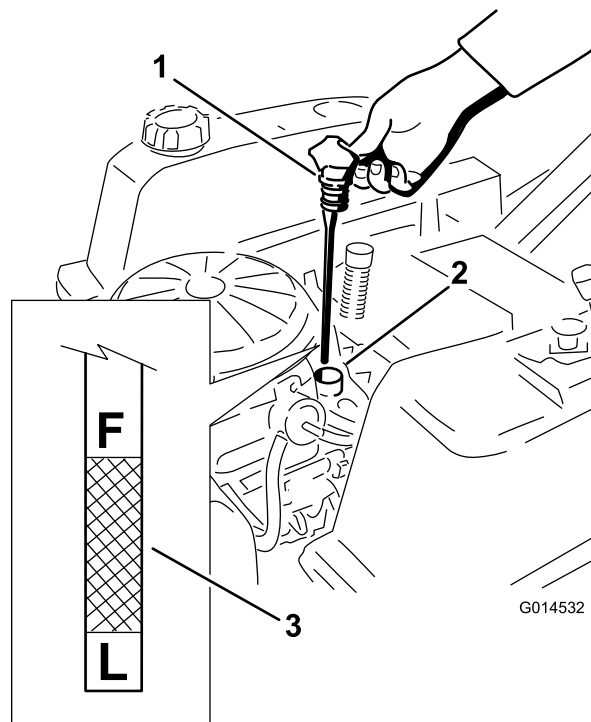

Figure 29
- Sortez le bouchon de remplissage/la jauge de niveau d'huile et essuyez-la sur un chiffon. Remettez la jauge en place en l'enfonçant au maximum (Figure 29).
- Sortez de nouveau la jauge et contrôlez le niveau d'huile (Figure 29).
7. Tournez le robinet de vidange d'huile de 1/4 de tour dans le sens anti-horaire pour l'ouvrir et permettre à l'huile de s'écouler (Figure 31). Enlevez le bouchon de remplissage/la jauge (Figure 29).
14. Versez avec précaution environ 80 % de la quantité d'huile spécifiée dans le goulot de remplissage (Figure 29).
15. Remettez fermement en place le bouchon de remplissage/la jauge d'huile (Figure 29).
16. Vérifiez le niveau d'huile (Figure 29) ; voir Contrôle du niveau d'huile.
18. Remettez fermement en place le bouchon de remplissage/la jauge d'huile (Figure 29).